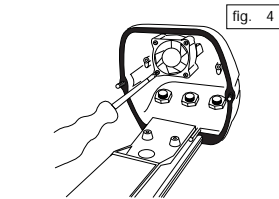

fig. 4
2. Fissare il ventilatore nel fondo posteriore (fig. 4), con il flusso dell'aria verso l'interno, tramite le viti in dotazione. Si ricorda che normalmente il fondo della custodia del modello A dedicato all'utilizzo con ventilatore viene fornito con un foro aggiuntivo e relativo filtro per la presa dell'aria.
3. Fissare il ventilatore nel fondo posteriore (fig. 4), con il flusso dell'aria verso l'interno, tramite le viti in dotazione. Si ricorda che normalmente il fondo della custodia del modello A dedicato all'utilizzo con ventilatore viene fornito con un foro aggiuntivo e relativo filtro per la presa dell'aria.
3. Posizionare il ventilatore sul fondo (fig. 4) e fissarlo, con il flusso dell'aria verso l'interno, sui due fori laterali destri, con le viti più corte in dotazione.